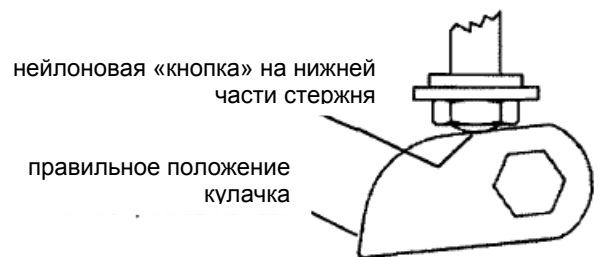

Рис. 2 Положение кулачка.
- Проверьте правильность положения кулачка, как показано на рис.2.